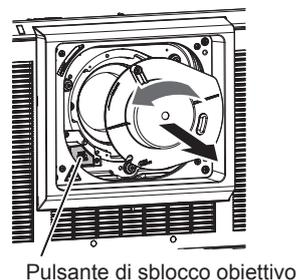

Fig. 2
- 2) **Rimuovere la copertura del foro dell'obiettivo. (Fig. 2)**